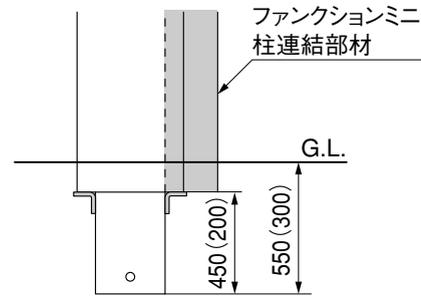

図2-16 アーキモダン・スタンダードスタイルの場合
- ファンクションミニ柱連結部材の取付位置は、スタイルによって異なります。図2-16、図2-17の寸法を参照して柱連結部材を固定してください。
- ⑦ ファンクションミニ機能取付部パネルを、ファンクションミニ柱連結部材の高さに合わせて25-③で固定してください。